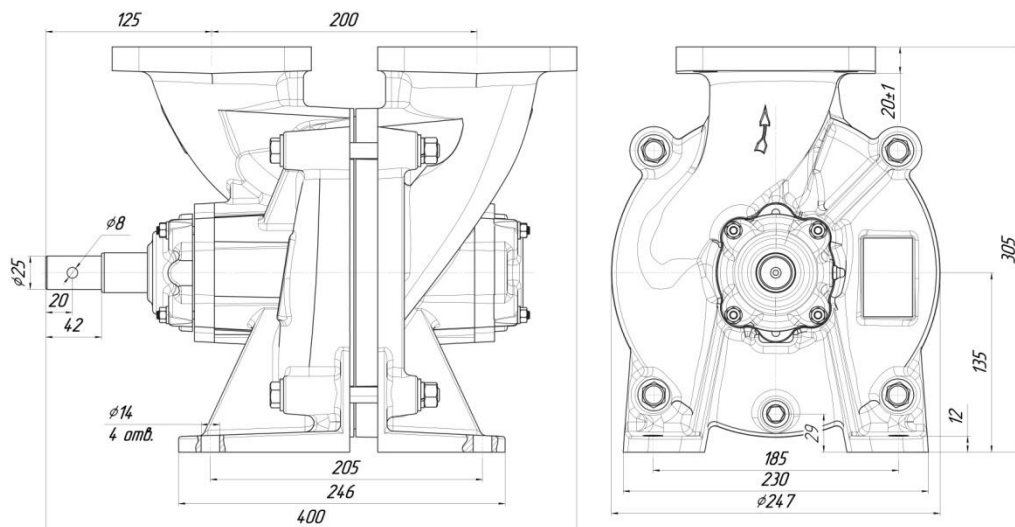
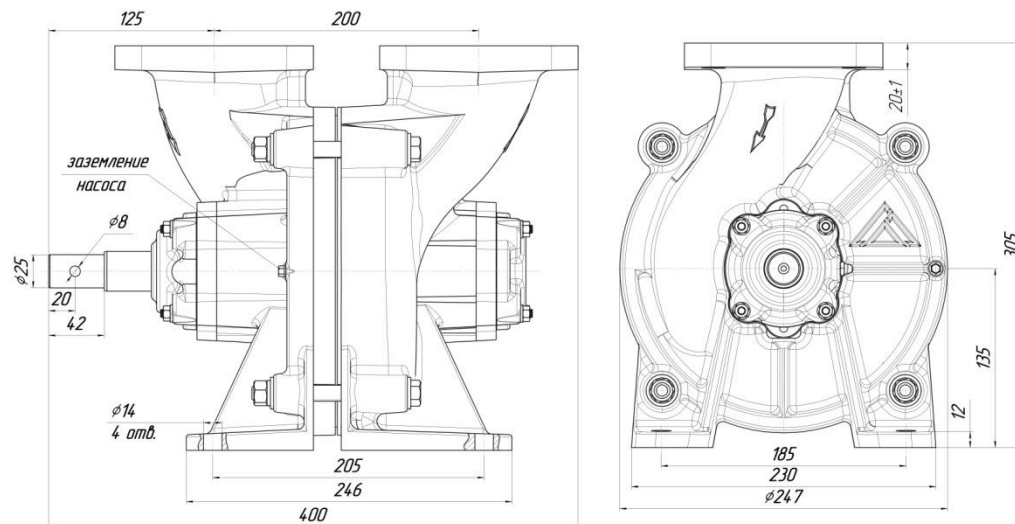
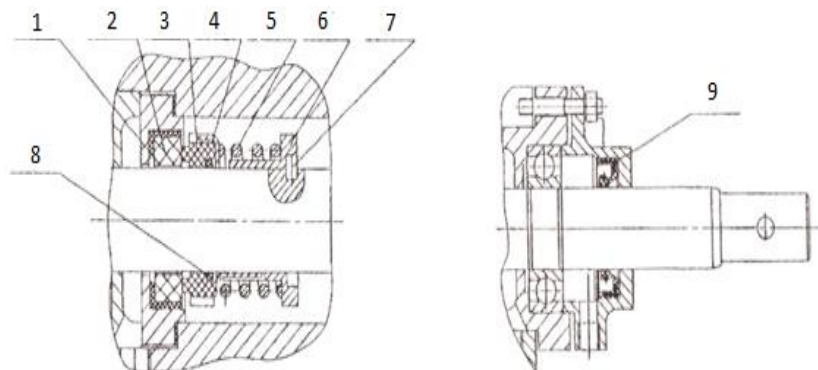
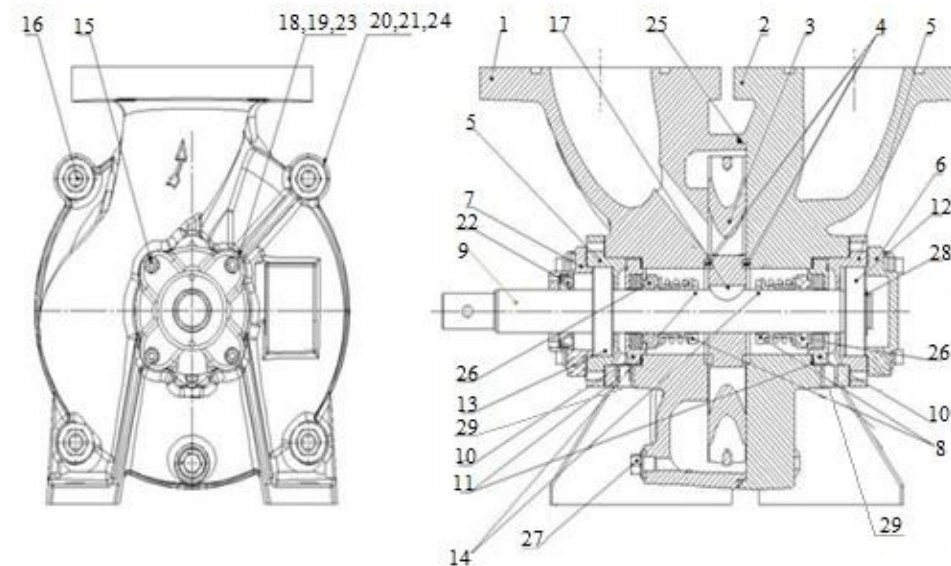

Рис. 2. Габаритные и присоединительные размеры насосов правого вращения.
Рис. 3. Габаритные и присоединительные размеры насосов левого вращения.
Рис. 10 Торцевое уплотнение СВН.
Рис. 8 Перечень основных узлов и деталей насоса:
- Снять с вала 9 детали торцевого уплотнения (см. рис. 10);
- Отвинтить 4 гайки М12 и вынуть болты М12×130 поз.16 (Рис. 8), скрепляющие между собой секции всасывающую 2 и напорную 1 насоса;
- Снять с вала 9 (Рис.8) колесо 3 и шпонку сегментную 17;
3.1 В состав насоса входят составные узлы и детали, перечень которых приведен на Рис. 8
4.1 Насосы выпускаются правого (Рис. 2) и левого (Рис. 3) вращения. Направление вращения определяется положением выходного вала насоса. В насосе правого вращения выходной конец вала находится со стороны напорного патрубка. Вращение вала 9 Рис. 8 производится по часовой стрелке. В насосе левого вращения выходной конец вала находится со стороны всасывающего патрубка. Вращение вала 9 производится против часовой стрелки.
приводит к вытеснению воздуха у ступицы колеса в отвод. Этот процесс продолжается до тех пор, пока весь воздух не будет откачен из всасывающего трубопровода, а перекачиваемая жидкость не заполнит освободившийся объем. Кинетическая энергия вращающегося Колеса 3 передается перекачиваемой жидкости, и она поступает в напорный трубопровод. Освободившееся пространство вновь наполняется перекачиваемой жидкостью. Этот процесс при работе насоса происходит непрерывно. Направление движения рабочей жидкости в насосе показано на Рис. 2 и 3.
- 7.1 Необходимо проверять не реже одного раза в неделю величину утечек рабочей жидкости через уплотнения в контрольных отверстиях 29 Рис. 8; надежность затяжки крепежных деталей.
7.5 Для замены: деталей Рис. 10 торцевых уплотнений 26; уплотнительного кольца 25; рабочего колеса 3; подшипников 12 и 13 Рис. 8 необходимо:
- Отвинтить 8 гаек М6 поз. 23 и снять проходную крышку 7 и глухую 6 (Рис. 8);